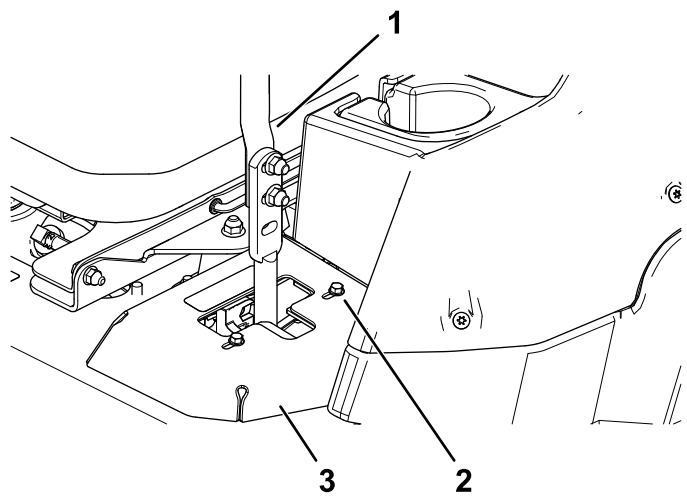

Рисунок 46
- Если машину уводит вправо, ослабьте болты и перемещайте левую упорную пластину назад в левом Т-образном пазу до тех пор, пока машина не будет двигаться прямолинейно (Рисунок 46).
- Если машину уводит влево, ослабьте болты и перемещайте правую упорную пластину назад в правом Т-образном пазу до тех пор, пока машина не будет двигаться прямолинейно (Рисунок 46).
8. Затяните упорную пластину (Рисунок 46).